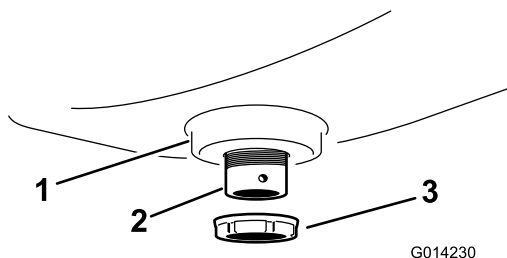

Figura 4
5. Sujete el pasamuros al depósito de enjuague con una tuerca de mariposa de plástico (Figura 4).